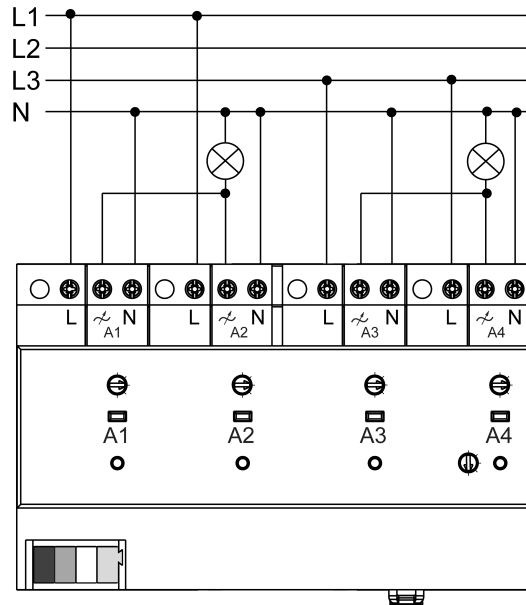

Figure 4: Exemple de raccordement avec respectivement deux sorties parallèles.
- Raccordement des charges selon l'exemple de raccordement (Figure 4).